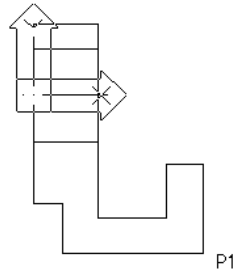

Fig. 4.13
4. Trasăm în continuare axa și generatoarele găurii. Pentru rapiditate este mai comod poziționarea originii în centrul acesteia (fig. 4.13).
5. Revenim cu originea în punctul (P1 - fig. 4.13) pentru ca apoi, prin translația acesteia (folosindu-ne de grilă), să putem alege punctul de început pentru trasarea